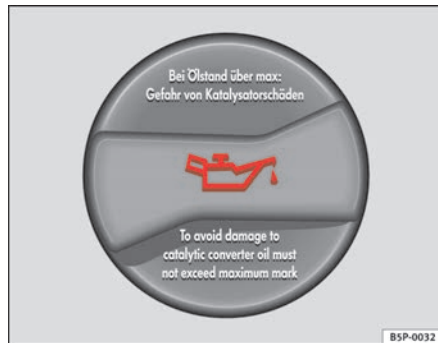

Abb. 158 Deckel der Motoröl-Einfüllöffnung im Motorraum
- Schrauben Sie den Deckel der Motoröl-Einfüllöffnung ab ⇒ Abb. 158.